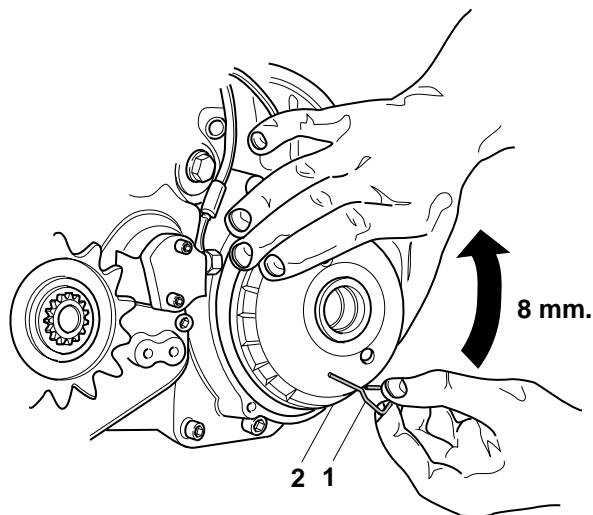

Fig.49
2. Inserire l'apposita spina in dotazione "1" come illustrato in Fig.49.
4. Sfilare il rotore "2" dalla propria sede (Fig.49).
2. Inserting the suitable pin (in endowment) "1" how illustrated in Fig. 49.
4. Unthreading the rotor "2" from his own seat (Fig.49).
2. Den mitgelieferten Stift "1" einsetzen: siehe Abb.49.
4. Rotor "2" von seinem Sitz herausnehmen (Abb. 49) .
2. Insérer la cheville en dotation "1" : voir fig.49.
4. Enlever le rotor "2" de son siège (Fig.49).